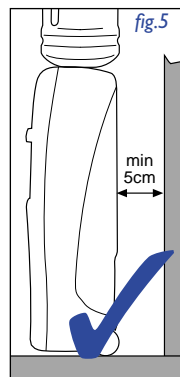

fig.5
- ✓** laisser un espace libre minimum de 5cm à l'arrière (voir Fig. 5)